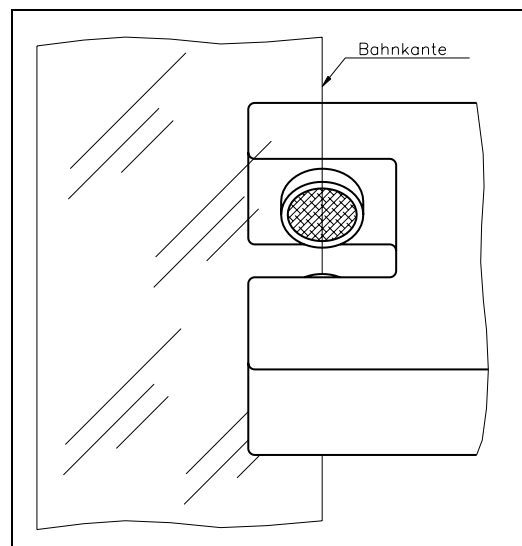

Bild 6: Ausrichtung der Sensorachse zur Materialbahn
- Sensorachse auf Materialkante ausrichten: Rändelmutter am Montagewinkel etwas lösen und den Sensor auf der Aufnahmeschiene verschieben. Sensor in neuer Position festklemmen. Der Sensor ist richtig positioniert, wenn die Bahnkante durch die Sensorachse läuft (Mitte der aktiven Fläche; siehe Bild 6).